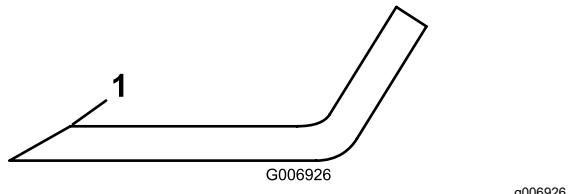

Рисунок 78
- сохраняйте первоначальный угол заточки (Рисунок 78).
6. Если нож затупился или имеет зазубрины, заточите только верхнюю режущую кромку, сохраняя первоначальный угол заточки (Рисунок 78).